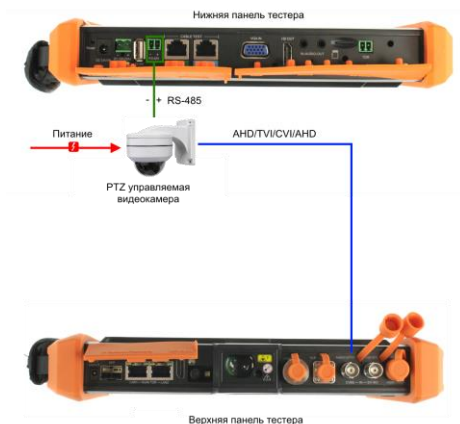

Рис. 14 Подключение PTZ управляемой камеры к тестеру.
- Чтобы подключить видеокамеру с управлением через PTZ используйте дополнительно разъем 2pin «- RS485+» на нижней панели тестера (рис. 14)
Подключение управляемой через PTZ SDI камеры производится тем же способом, что и подключение AHD/TVI/CVI/CVBS видеокамеры (рис. 14)